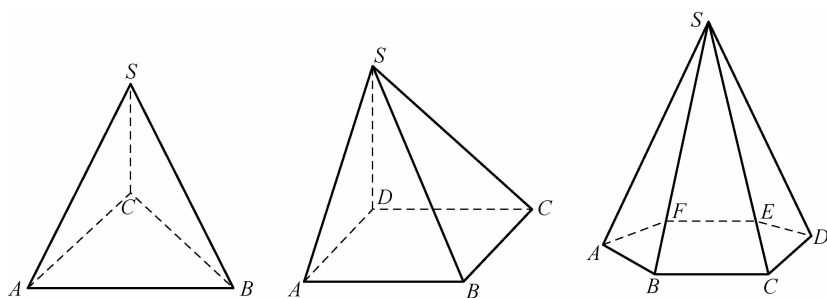

图 1-3-4 常见的棱锥
(1) 常见的棱锥有三棱锥、四棱锥、六棱锥等,如图 1-3-4 所示。